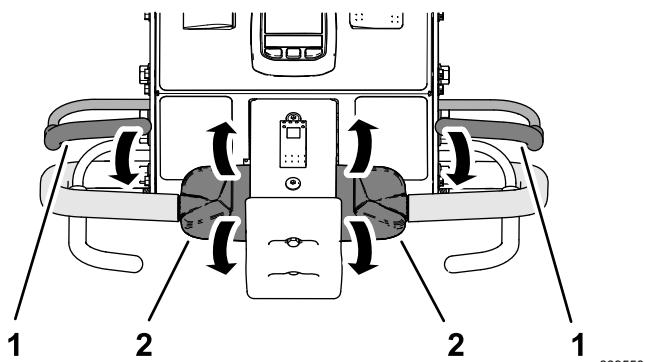

Bild 32
2. Halten Sie einen der beiden Schaltbügel am Lenker und drehen Sie den Fahrantrebshebel (Bild 32) nach vorne oder nach hinten, und lassen Sie den Motor an.